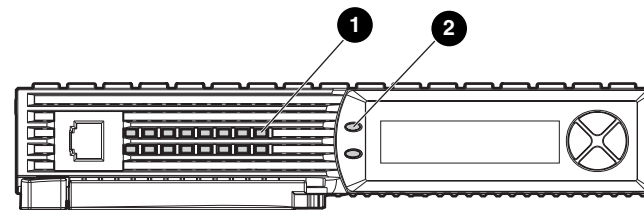

Figure 1 : Voyants du contrôleur
- Vérifiez le voyant de panne du contrôleur (Figure 1, ②). Si le voyant est allumé, cela peut signaler une panne. Vérifiez si l'un des messages d'erreur figurant dans le Tableau 1 s'affiche sur l'écran LCD.
- Vérifiez le voyant de pulsation inactive du contrôleur (Figure 1, ①). Si le voyant est éteint ou qu'il reste allumé sans clignoter, cela indique qu'il y a une panne.
- Vérifiez le voyant de pulsation inactive du contrôleur (Figure 1, ❶) pour vous assurer que le voyant est allumé ou qu'il clignote.
- Vérifiez le voyant de panne du contrôleur (Figure 1, ❷) pour vous assurer que le voyant est éteint. Le voyant peut rester allumé si des messages du journal d'erreurs n'ont pas été consultés. Veillez à supprimer tous les messages d'erreur auxquels vous avez répondu.